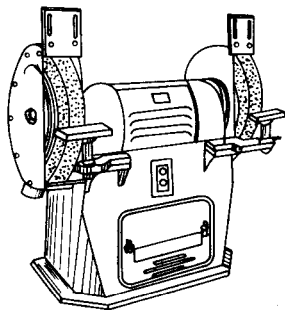

图 0-3 砂轮机
(3) 砂轮机(图 0-3) 用来磨削钻头、铰子等刀具或其他工具,有时也用来磨削工件或毛坯件上的飞边和毛刺。它由电动机、砂轮和机体组成。